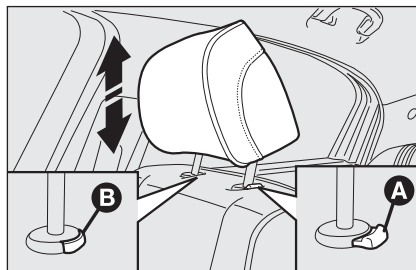

fig. 34
- appuyer sur les touches **A** et **B**-fig. 34 (placées à côté des deux soutiens des appuis-tête) puis enlever les appuis-tête en les défilant vers le haut.